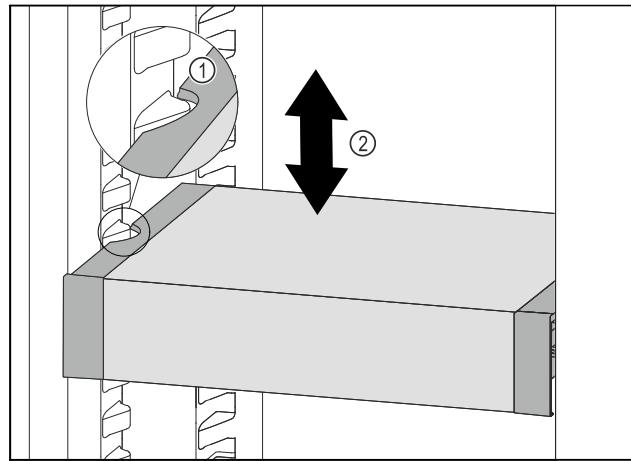

Fig. 91
► Изтеглете VarioSafe напред, докато страничните прорези на VarioSafe се намират на височината на реброто на съда в хладилната част. *Fig. 91 (1)*
► Преместете VarioSafe нагоре или надолу в хладилната част, докато се достигне желаната височина. *Fig. 91 (2)*